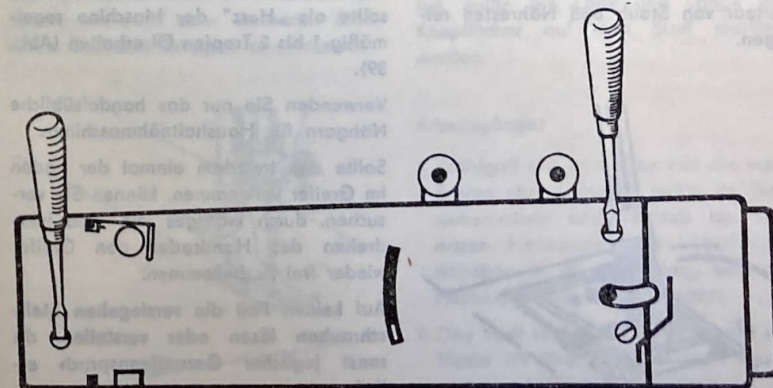

Abb. 34
22. Abnehmen des Armdeckels (Abb. 34)